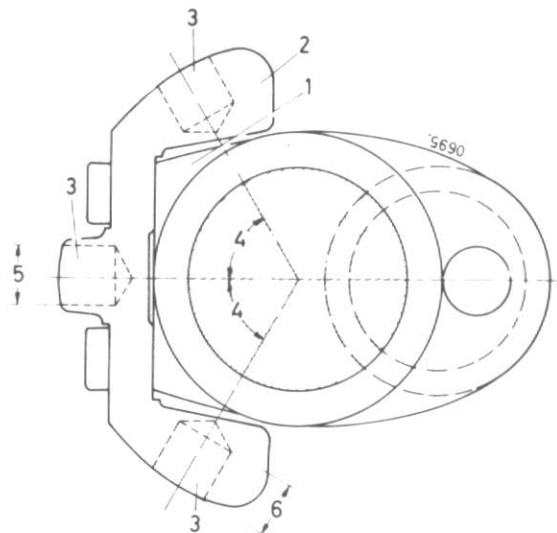

Figure 108a
Les contrepoids, fig. 108a sont numérotés de 1 à 12 d'avant en arrière, en suivant l'ordre des bras de vilebrequin. Cette séquence ne peut être changée.
Le serrage des boulons de contrepoids s'effectue en deux temps au couple spécifié, voir "Couples de Serrage Spéciaux des Ecrous et Boulons". Rééquilibrez le vilebrequin en vous reportant aux "Caractéristiques" et à la fig. 108a.
Les cotes indiquées en (5) et (6), fig. 108a représentent les dimensions et positions maximales des trous d'équilibrage. Observez les détails fig. 108a chaque fois qu'il s'avère nécessaire de forer des trous.